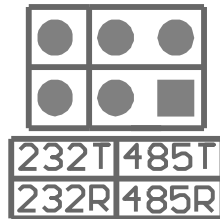

图 0.6 RS-232 与 RS-485 选择跳线
- RS-232 和 RS-485 通讯的切换跳线，跳线外形如图 0.6 所示。